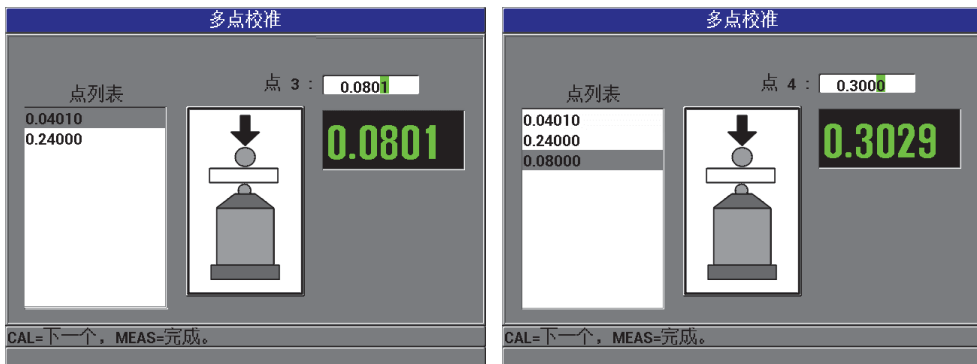

图 4-11 多点校准屏幕
8. 最多可将 8 个额外校准点列入显示屏左侧的列表中（参见第 84 页的图 4-11），步骤如下：